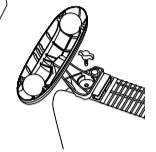

Рис. 6
- Используя стойки и ролики, предварительно изучив схему крепления (рис. 6), установите прибор на полу.